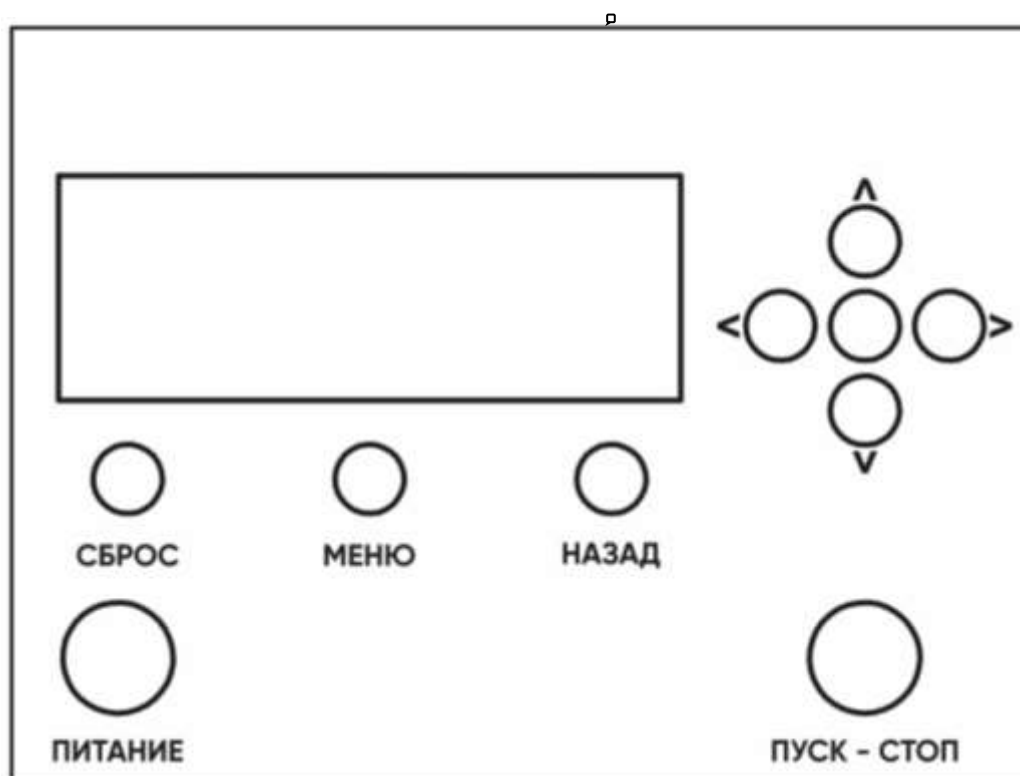

Рис. 3 Внешний вид дисплея контроллера.
Внешний вид дисплея контроллера котла представлен на рис. 3.
- **Основной экран (Мнемосхема) изображен на рис. 3**